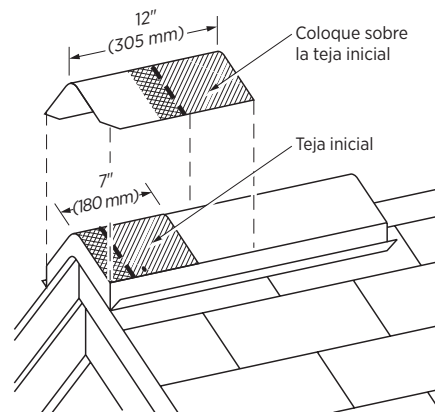

Figura 11-13: Coloque una teja de remate entera sobre la sección inicial, a ras con los bordes lateral e inferior de la teja inicial.
3. Aplique una teja de remate completa sobre el arranque (Figura 11-13), y coloque los sujetadores a 5 5/8" (6 1/4" para el sistema métrico) hacia arriba desde el borde inferior expuesto y a 1" hacia adentro de cada lado. Los clavos no deben estar expuestos en el techo terminado. Todas las cabezas de los clavos deben colocarse de forma recta y no deben penetrar en la superficie de las tejas.